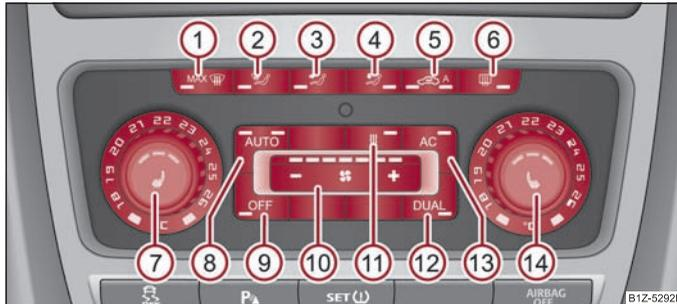

Fig. 108 Climatronic: Eléments de commande
- Appuyez sur la touche  ⇒ page 105, fig. 108.
- Appuyez sur la touche  ⇒ page 105, fig. 108. Le témoin s'allume dans la touche.
- Si le pare-brise s'embue appuyez sur la touche **MAX** **1** ⇒ page 105, fig. 108. Une fois le pare-brise désembué, appuyez sur la touche **AUTO**.
- Appuyez sur la touche **MAX** ⇒ page 105, fig. 108.